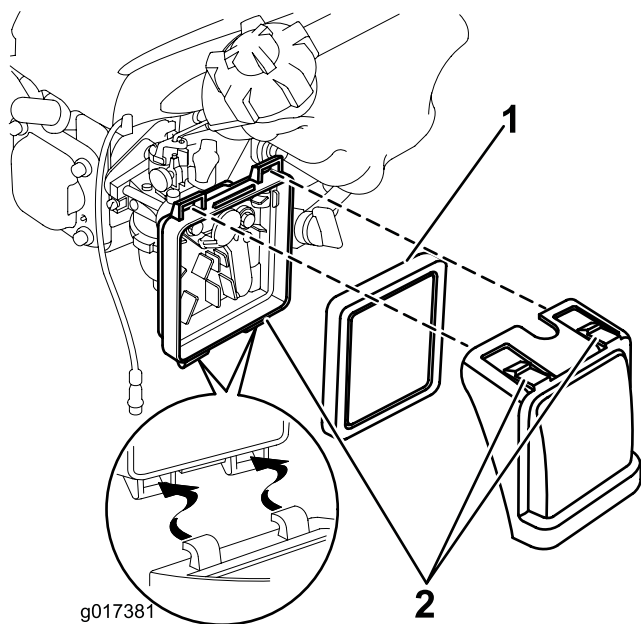

Figure 16
1. Appuyez sur les languettes de verrouillage en haut du couvercle du filtre à air (Figure 16).
2. Ouvrez le couvercle (Figure 16).
3. Retirez le filtre (Figure 16).
6. Insérez l'élément filtrant dans le filtre à air (Figure 16).
7. Remettez le couvercle en place (Figure 16).